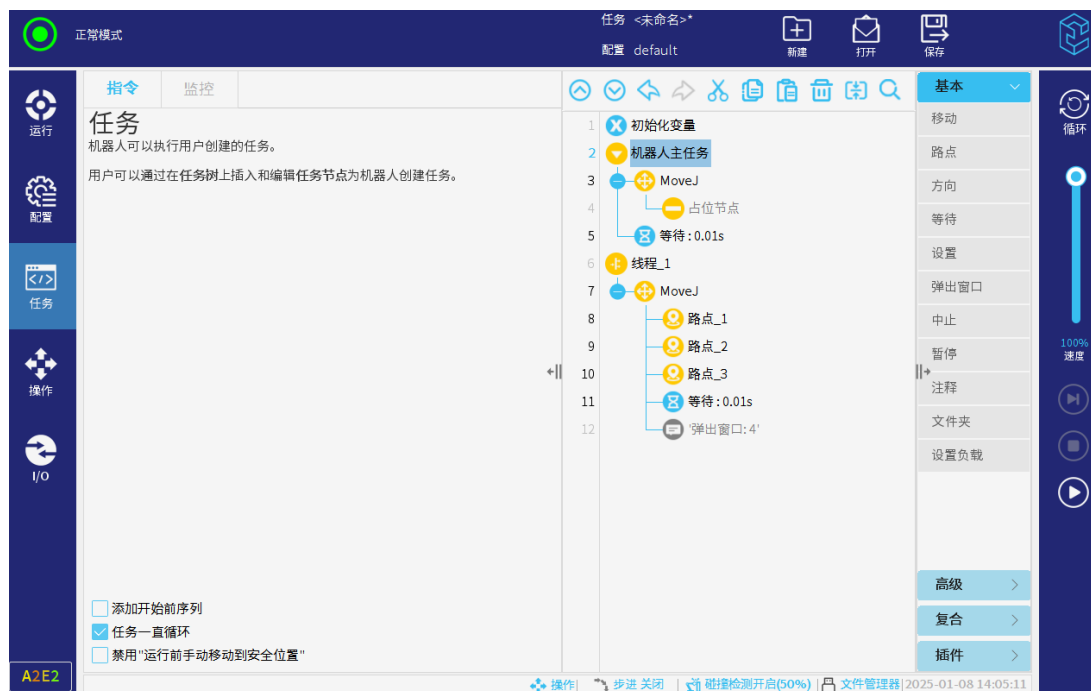

图 3-133: 断点
- 选中这类节点，则节点的行号为淡蓝色，如图 3-133 中的行号“6”所示；
- 未选中这类节点，则节点的行号为淡灰色，如图 3-133 的行号“4”所示。